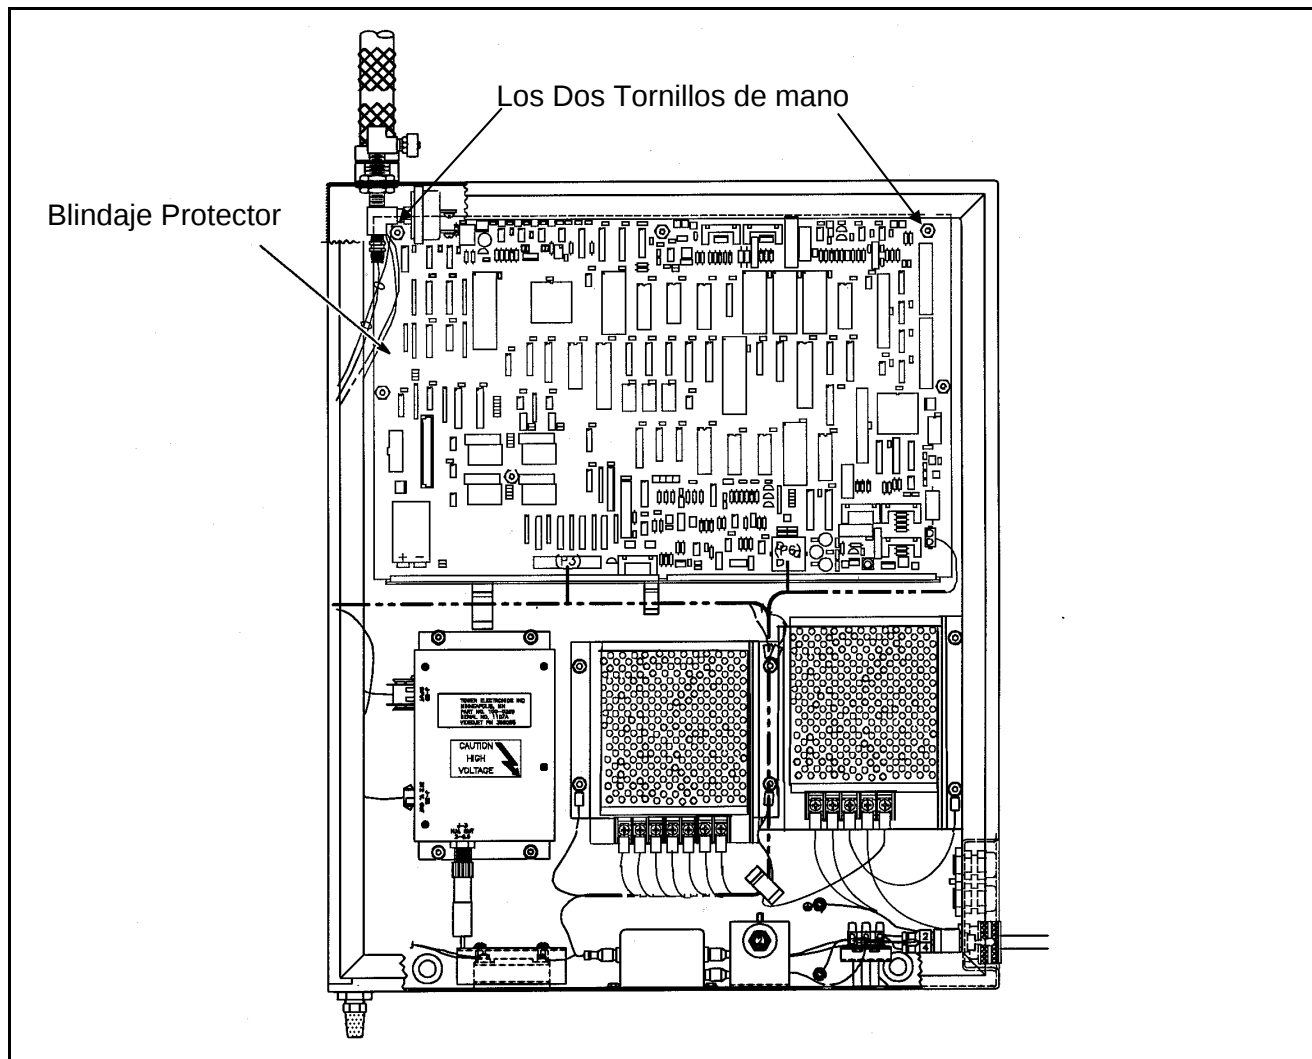

Figura 8-6 Compartimiento Electrónico de la Impresora
1. Retire la cubierta blindada protectora de la tarjeta de control, aflojando los dos tornillos de mano. (Vea la Figura 8-6)